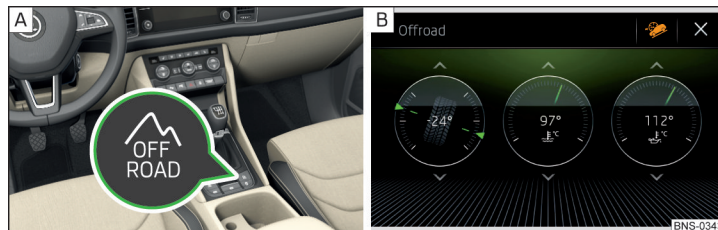

Fig. 264 **Tasta Offroad / ecranul Infotainment: Afișare la activare**
► Pentru **activare/dezactivare** apăsați tasta  » [fig. 264 - \[A\]](#).
La **activare se aprinde** în panoul de bord lampa de control pentru regimul Offroad , precum și a asistentului la coborârea în pantă . Pe ecranul Infotainment se inserează afișajele pentru regimul Offroad » [fig. 264 - \[B\]](#).